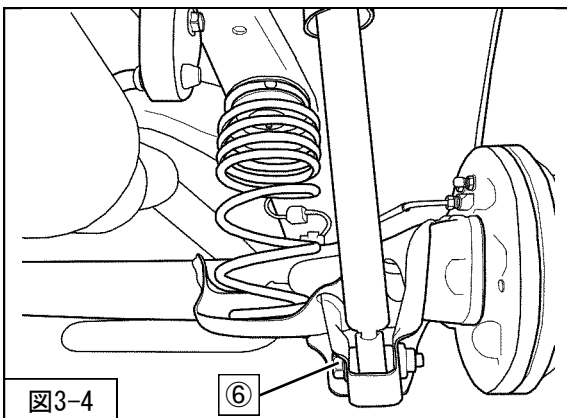

図3-4
- ④リアショックアブソーバASSYアッパー取付ナット
⑤リアショックアブソーバアッパーワッシャは使用しません。
5. ⑥リアショックアブソーバASSYロア取付ボルトを取外してください。(図3-4)